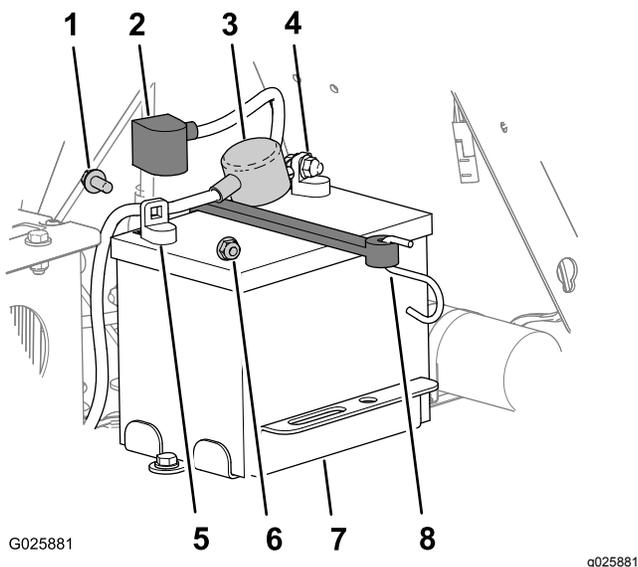

Figura 47
3. Levante la cubierta del borne negro del cable negativo de la batería (Figura 47).
- Desconecte el cable negativo del borne negativo (-) de la batería y retire el cable de la batería (Figura 47).
- Retire la cubierta del borne rojo del borne positivo de la batería (Figura 47).
- Desconecte el cable positivo (rojo) de la batería y retire el cable de la batería (Figura 47).
- Retire el gancho de la correa de la bandeja de la batería (Figura 47) y extraiga la batería.
- Coloque la batería en la máquina (Figura 47).
- Conecte primero el cable positivo (rojo) al borne positivo (+) de la batería con una tuerca y un perno con arandela prensada (Figura 47).
- Conecte el cable negativo y el cable de tierra al borne negativo (-) de la batería con una tuerca y un perno con arandela prensada (Figura 47).